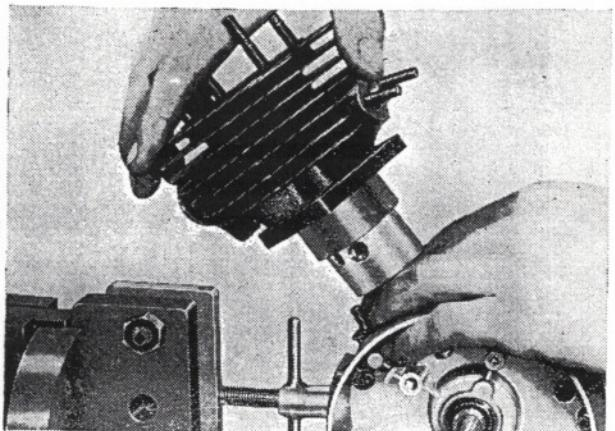

Abb. 24 Zylinder abnehmen
2. Die 4 Sechskantmuttern M 6 am Zylinderfuß von den Stiftschrauben abschrauben (wie Abb. 23 zeigt). Federscheiben bzw. Federringe abnehmen und Zylinder abziehen. (Siehe Abb. 24.)